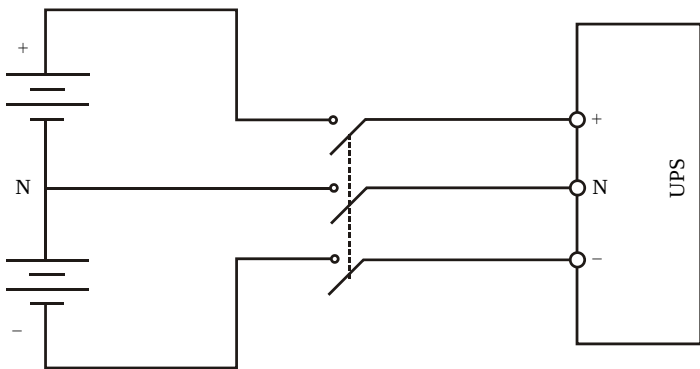
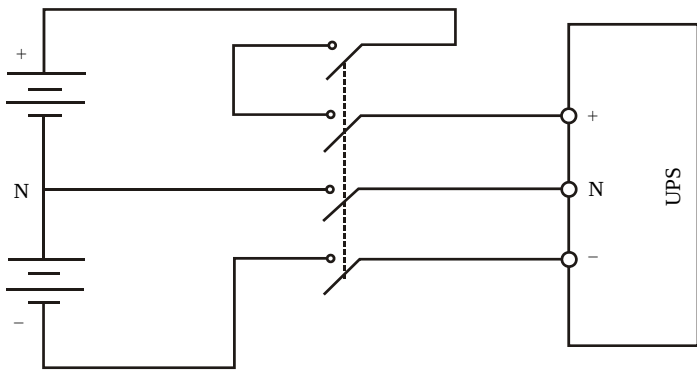

图6-9 电池、电池开关和 UPS 的接线图（电池端三线连接，32 节~34 节电池）
图6-10 电池、电池开关和 UPS 的接线图（电池端三线连接，36 节~40 节电池）
2. 当外置电池配置成中间抽头形式配线时（即从电池端引出 3 根线），推荐使用一个 4P 塑壳直流断路器，断路器直流额定电压要满足单极 250Vdc、两极 500Vdc、三极 750Vdc，额定极限短路分断容量为 35kA。如果电池节数为 32~34 节，为节约成本，电池、电池开关和 UPS 之间的连接图可参照图 6-9。如果电池节数为 36~40 节，电池、电池开关和 UPS 之间的连接图可参照图 6-10。